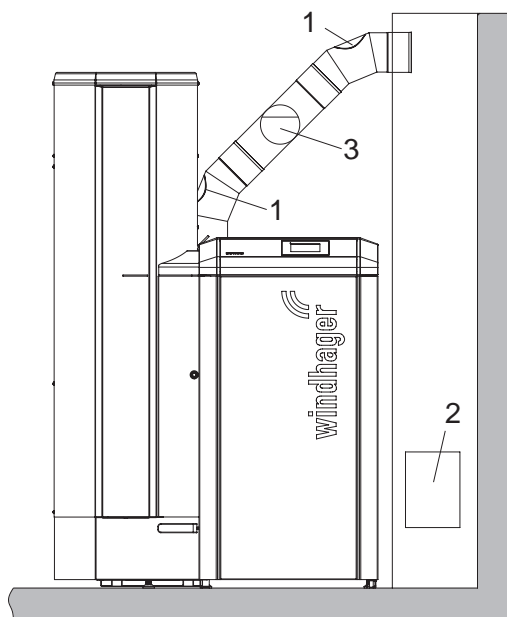

Fig. 85 Reinigungsöffnungen im Abgasrohr – Ansicht von vorne, (Skizze ohne Abgasrohr-Isolierung)
- ▶ Abgasrohr (Verbindungsrohr zwischen Pelletskessel und Kamin) bei der Reinigungsöffnung reinigen/aussaugen – Fig. 85.